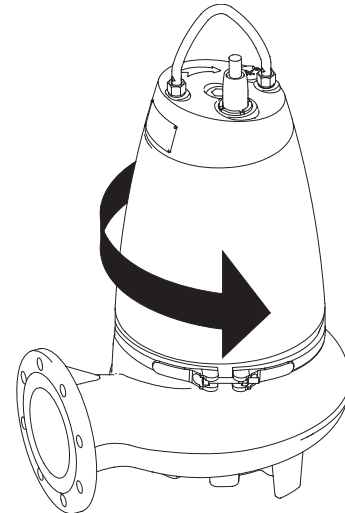

Рис. 22 Направление рывка
Направление рывка насоса после включения противоположно направлению вращения рабочего колеса. См. рис. 22.
2. Включите и тут же отключите насос, следя при этом за направлением движения (рывка) насоса. Если насос подключен правильно, рабочее колесо будет вращаться по часовой стрелке, рывок будет против часовой стрелки. См. рис. 22;